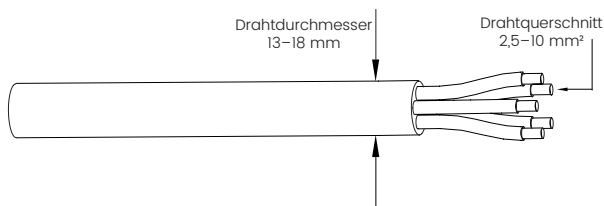

Abbildung 6-4
② Wählen Sie gemäß Abbildung 6-4 ein geeignetes Kabel aus, schälen Sie den Mantel des Wechselstromkabels 50 mm weit ab und isolieren Sie das Ende der 3L-/PE-/N-Leiter 8 mm weit ab.